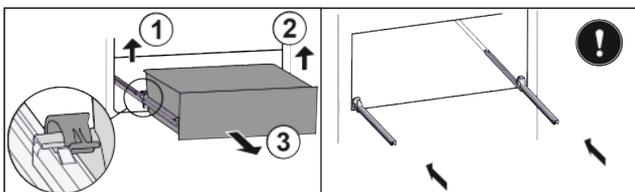

Fig. 37*
- ▶ Schubfach links entkoppeln Fig. 37 (1).*
- ▶ Rechts entkoppeln Fig. 37 (2).*
- ▶ Nach vorne entnehmen Fig. 37 (3).*